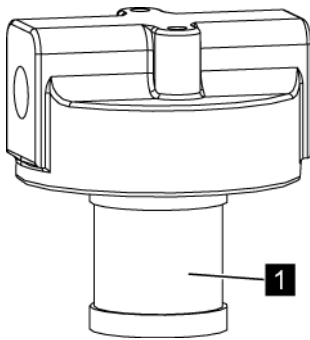

Abb. 225: Filtereinsatz
7. → Filtereinsatz (Abb. 225/1) entnehmen und neuen Filtereinsatz einsetzen.